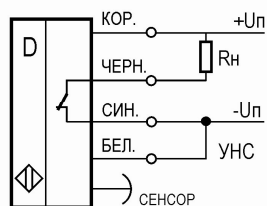

Рис.3.1
- После окончания обучения проверить обнаружение метки. Для этого направить световое пятно на фон. При этом, если метка темнее фона, то контакт между синим и чёрным выводами замкнут (рис.3.1).